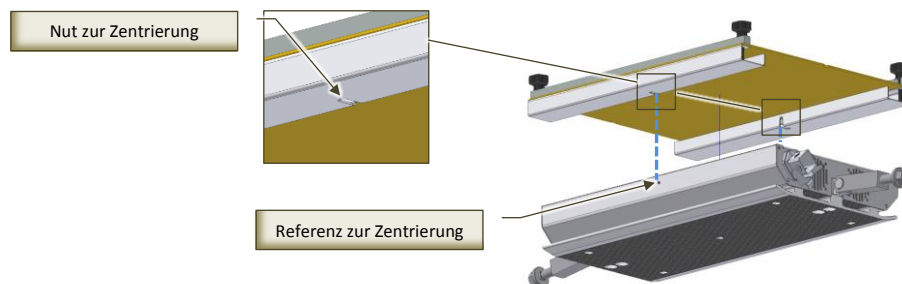

Abb. 7.4-1 - Positionierung der Verbindungsplatte auf der unteren Platte der Presse
- Positionieren Sie die Verbindungsplatte auf der Bodenplatte der Presse (Abb. 7.4-1): Die Schlitze der Verbindungsplatte müssen perfekt in die Bezugspunkte der Bodenplatte der Presse passen;